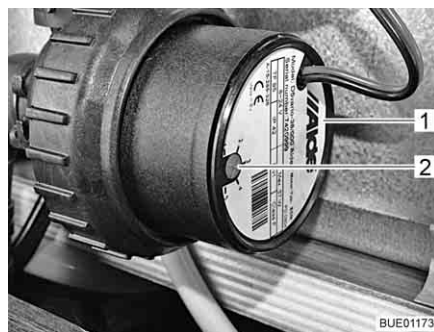

Fig. 193 Reducción de la velocidad
La velocidad de la bomba de circulación se puede ajustar con el regulador giratorio (Fig. 193,2). Con una velocidad reducida disminuyen los ruidos de rodadura de la bomba.
El regulador giratorio se encuentra en la bomba de circulación (Fig. 193,1).
- Girar el regulador giratorio (Fig. 193,2) en sentido contrario a las agujas del reloj. Se reduce la potencia.